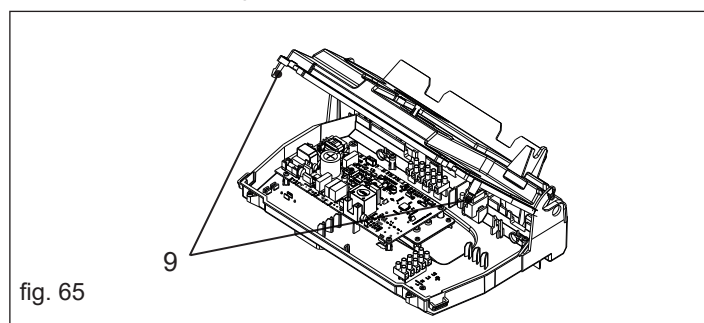

fig. 65
- Ouvrez le panneau de contrôle en appuyant sur les clips de fixation (9-fig. 65)